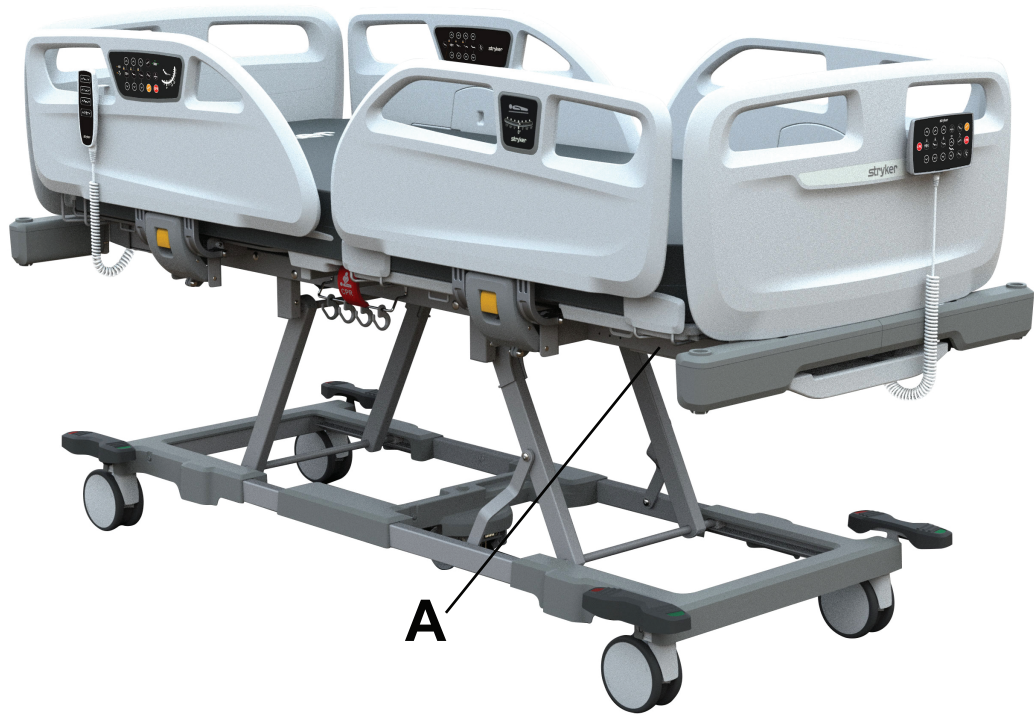

图 6 – Stryker 序列号和规格标签位置
Stryker 序列号和规格标签 (A) 位于产品足端附近的患者侧护栏下方 (图 6)。